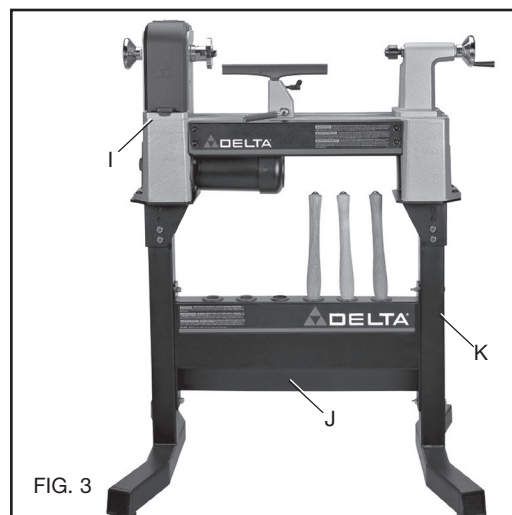
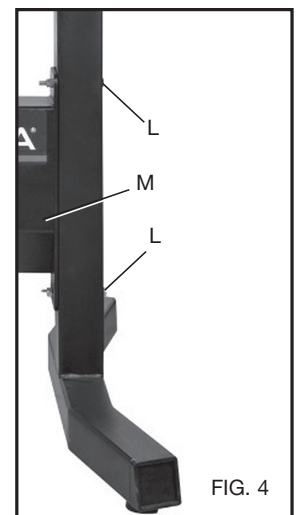

FIG. 3
FIG. 4
- Remove the lathe (I) Fig. 3 from the stand (J).
- Remove the right side leg (K) Fig. 3 by removing both sets of bolts, washers and nuts, located at (L) Fig. 4, that attach leg to cross brace / tool holder (M).
1. Retirez le tour (I), fig. 3, du banc (J).
2. Retirez le pied droit (K), fig. 3, en retirant les deux jeux de boulons, rondelles et écrous, situés sur (L), fig. 4, et qui rattachent le pied à la barre transversale/porte-outils (M).